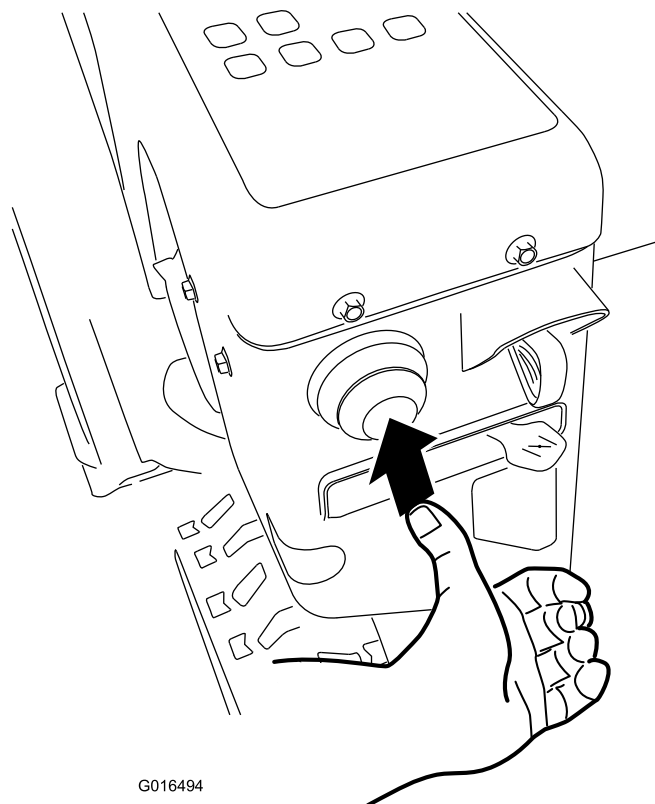

Рисунок 22
- секунду удерживая ее в нажатом состоянии перед отпусканием (Рисунок 22).